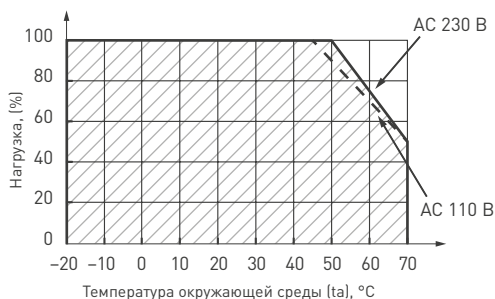
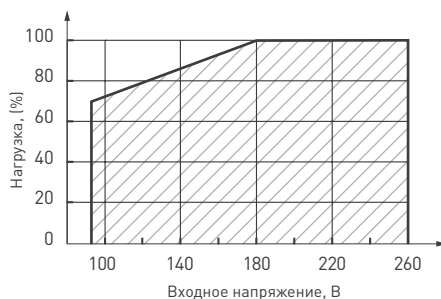

Рис. 9.
Рис. 10.
- 4.3. Не нагружайте источник питания более чем на 80% от его максимальной мощности. Учитывайте, что с повышением температуры окружающей среды (см. рис. 9) и при понижении входного напряжения (см. рис. 10) максимальная мощность источника питания снижается.